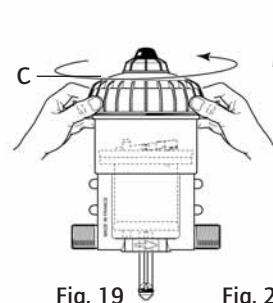

Fig. 19
- Dévisser le couvercle à la main (Fig. 19-C) et le retirer.